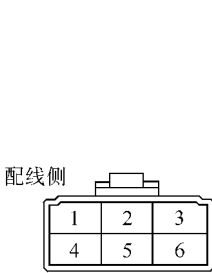

图 18-138 从继电器脱开接插件
(3) 检查继电器。从继电器脱开接插件，如图 18-138 所示。按表 18-34 检查配线侧的接插件的回路情况。